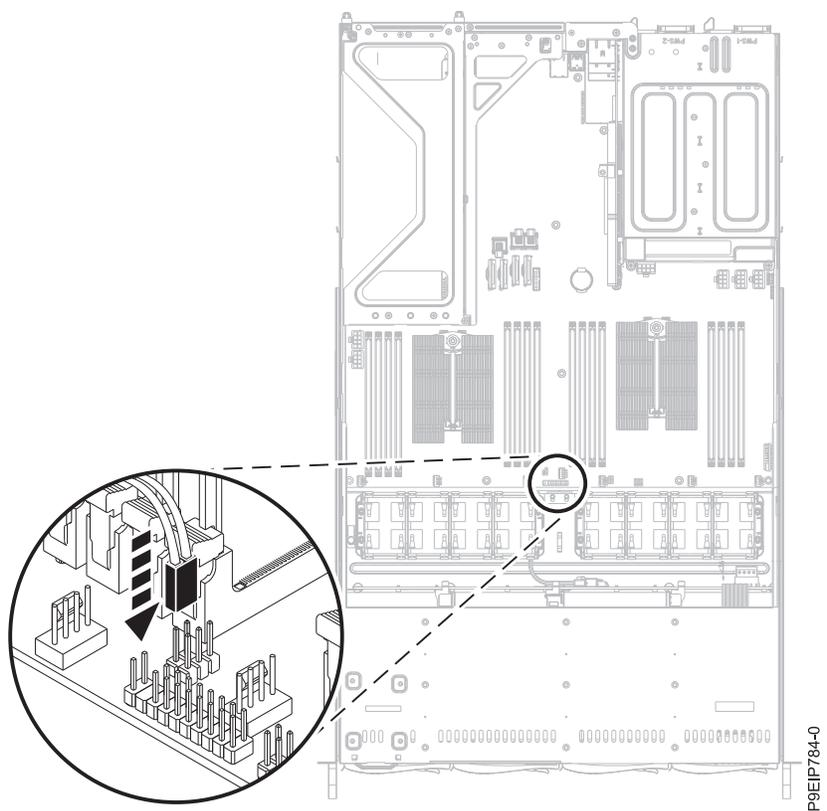

図 51. カバー・スイッチ・ケーブルの再取り付け
20. システム・バックプレーンにカバー・スイッチ・ケーブルを再取り付けします (53 ページの図 51 を参照)。